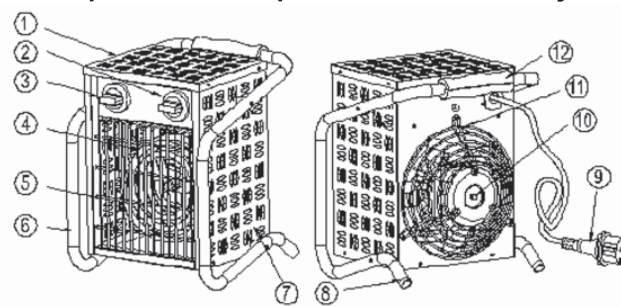

Рис.1
5.1 Несущая конструкция тепловой пушки (рис.1) состоит из корпуса (1) и стойки (6). Вентилятор (10) расположен в задней части тепловой пушки.